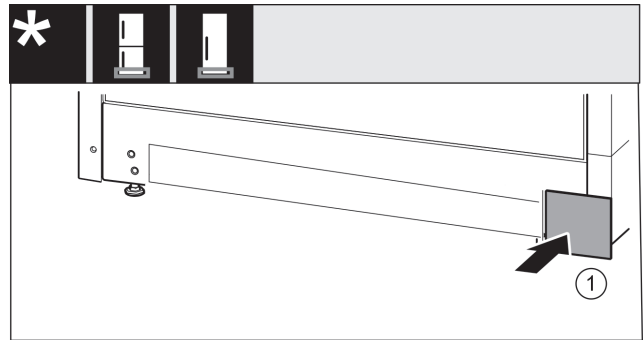

Fig. 27\*
- ▶ Знову одягнути кришку з іншого боку.\* Fig. 27 (1)